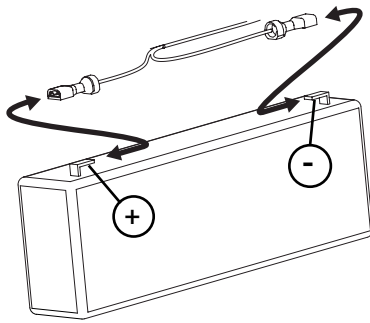

Figura 6-8
- Conecte el conductor positivo rojo con el terminal positivo (+) rojo. Conecte el conductor negativo negro con el terminal negativo (-) negro. Consulte la Figura 6-8.